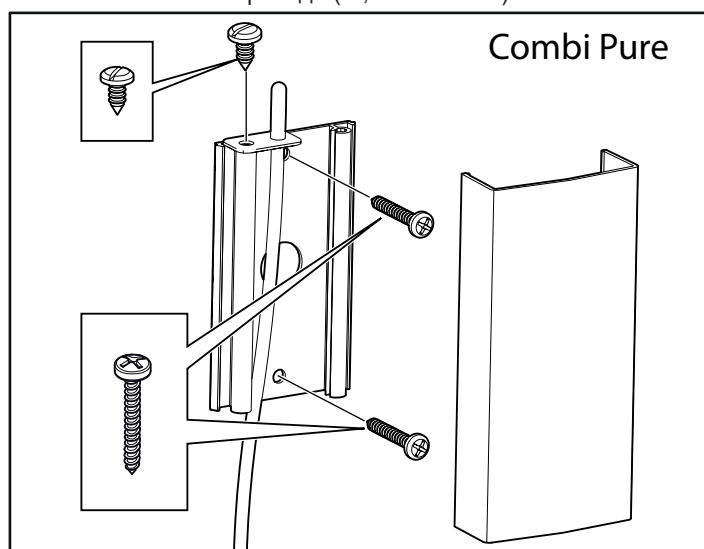

Рисунок 14: Установка датчика - Combi Pure
12. Установите датчик на стене (см. Рис. 14 и 15). Провод термистора также можно провести через стену (см. Рис. 16А и 16В). Герметично заделайте любые отверстия в стене за датчиком. Провод термистора может быть удлинен и выведен за пределы сауны посредством низковольтного провода (2-, 4-жильного).